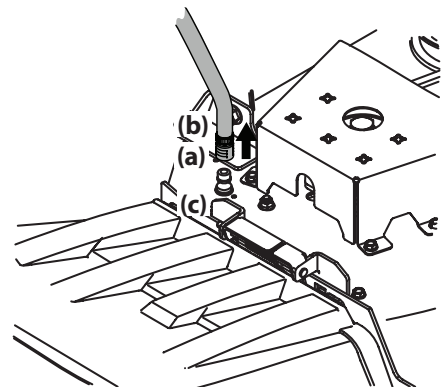

Figure 4-3
3. Tirez sur le collier d'arrêt (a) de l'adaptateur (b) et installez l'adaptateur (b) sur un des embouts (c) situés aux deux extrémités du plateau de coupe. Relâchez le collier d'arrêt (a) pour fixer l'adaptateur (b) sur l'embout du système de nettoyage du plateau de coupe (c). Voir Figure 4-3.